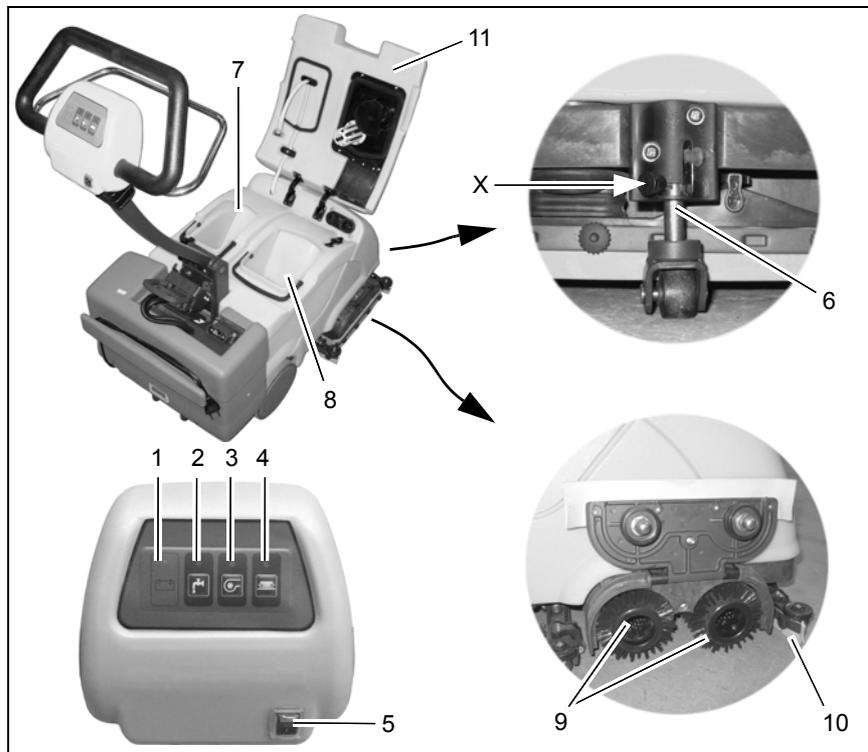

Fig.11
1. Desligue o equipamento no interruptor geral (Fig. 11/5).
2. Verifique o indicador de carga (Fig. 11/ 1), recarregue as baterias se necessário; ver secção 5.4.1.
3. Levante a cabeça de escovas inclinado e deslizando as rodas de suporte (Fig. 11/6) para a posição de descanso (X).
5. Esvazie e lave os tanques de água limpa (Fig. 11/7) e água suja (Fig. 11/8).
- Escovas (Fig. 11/9) na cabeça de escovas
- Borrachas (Fig. 11/10) no rodo de aspiração
- Filtro de detergente, filtro de ar, e vedações da tampa (Fig. 11/ 11)